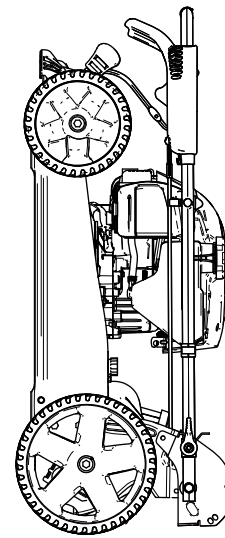

Figura 22
6. Levante la parte delantera de la máquina con el manillar y llévela al lugar de almacenamiento (Figura 22).